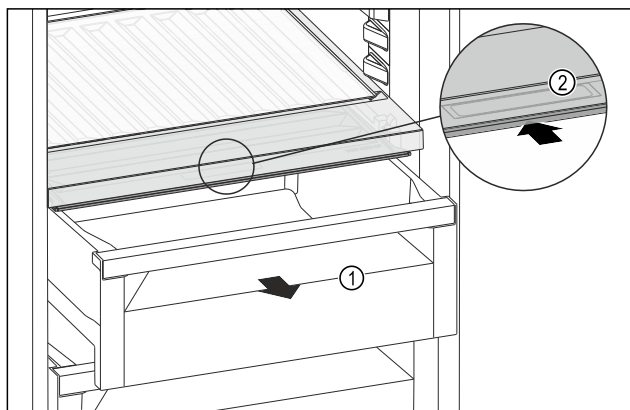

Fig. 196
- Izvucite ladicu Fig. 196 (1).
- Primite ručku Fig. 196 (2) na poklopcu pretinca i istodobno povucite poklopac pretinca prema natrag.